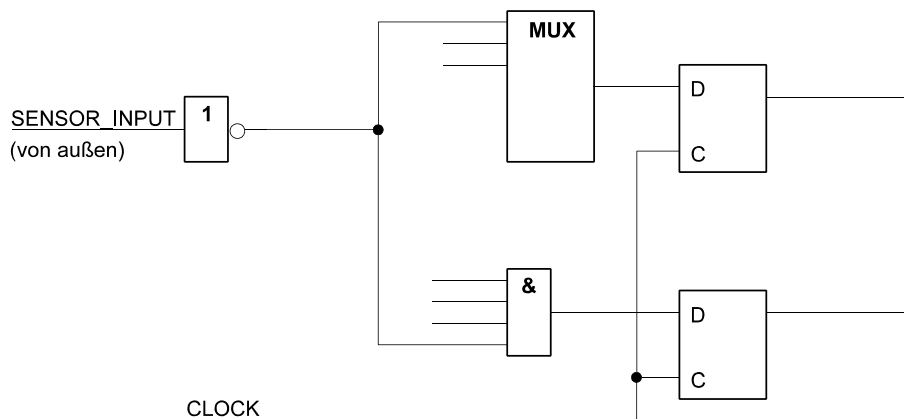

Abb. 9
26. Abb. 9 zeigt einen Schaltungsausschnitt. Wird diese Schaltung immer zuverlässig arbeiten? Erläutern Sie kurz, welches Problem Sie sehen und schlagen Sie ggf. eine Änderung vor.